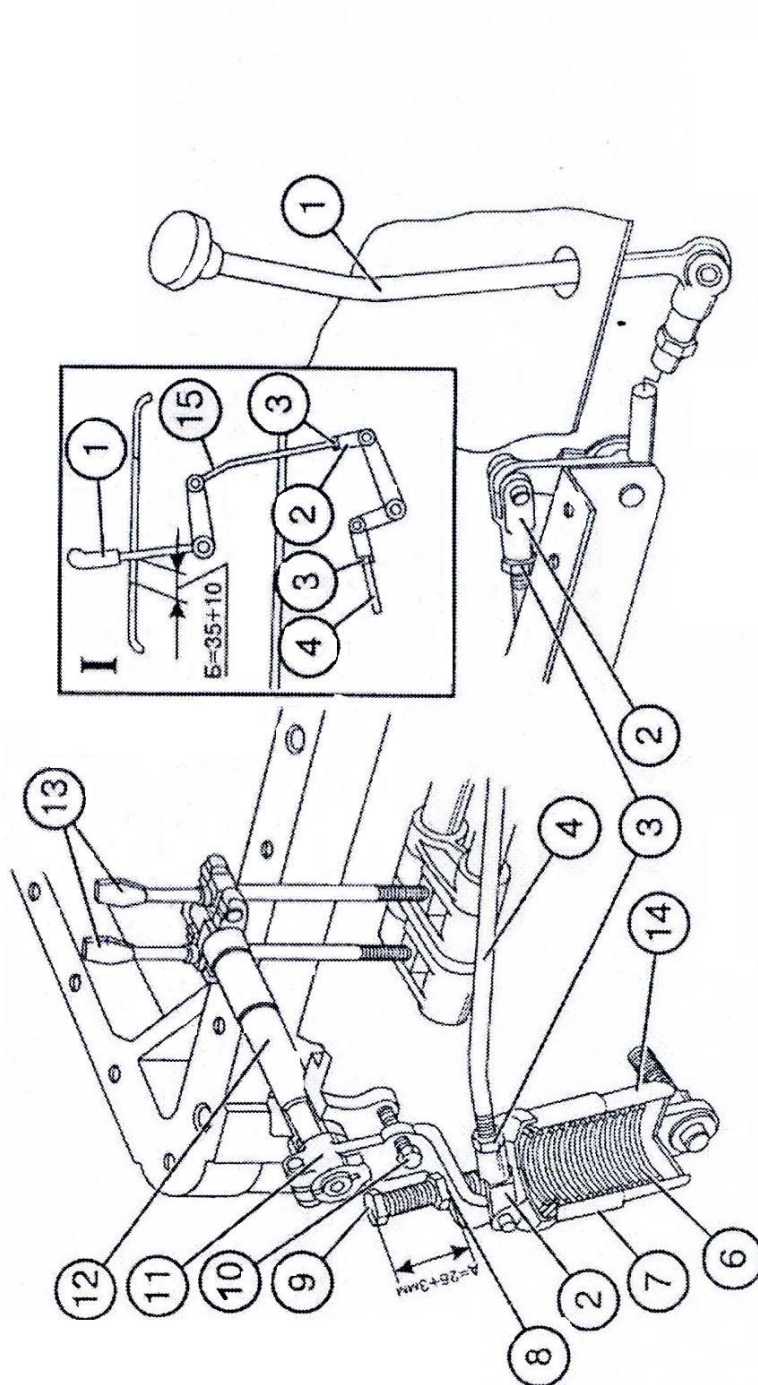
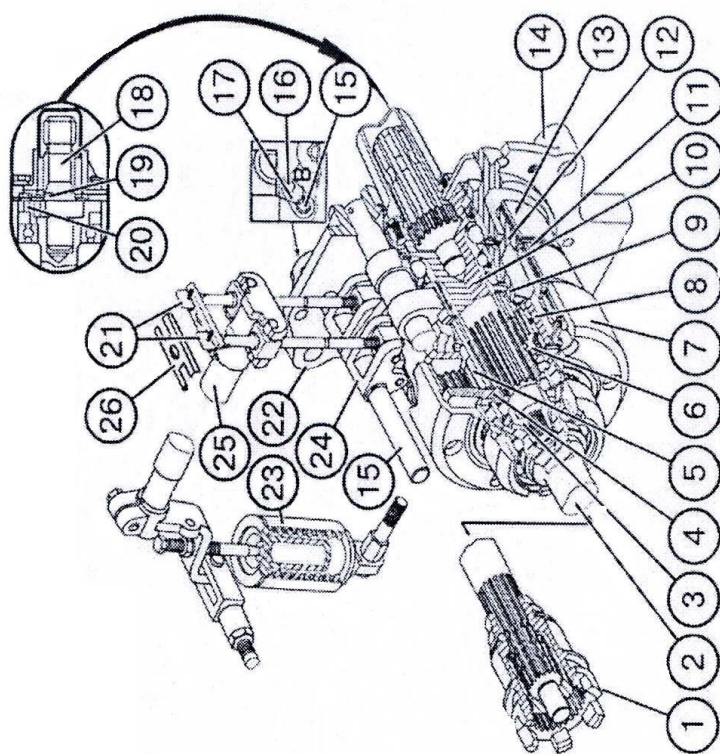

Рис. 55 Управление задним ВОМ:
Рис. 56 Планетарный редуктор заднего ВОМ:
1. Установите эксцентриковую ось 15 (рис. 56) в исходное положение, чтобы лыска "В" находилась справа вертикально и зафиксируйте стопорной пластиной 17 и болтом 16;
2. Отсоедините тягу 4 (рис. 55);
6. Снимите стопорную пластину 26 (рис. 56), заверните винты 21 до отказа усилием 10 кгс на ключе или плоскогубцах длиной 100 мм (моментом 1 кгс-м), а затем отверните каждый винт на 2-2,5 оборота;
7. Удалите болт (стержень) 10 (рис. 55), удерживающий рычаг 11 в исходном для регулировки положении;
10. Установите тягу 4, регулировкой тяг 4 и 15 установите зону качания рычага 1 в средней части прорези пульта управления. После окончания регулировки установите на место стопорную пластину 26, крышку люка заднего моста, законтрите тяги 4 и 15 (рис. 55), а также болт 9. В эксплуатации, если:
1. Установите рычаг 11 (рис. 55) в нейтрал, зафиксируйте в этом положении, введя стержень 10 диаметром 8 мм или болт М10Х60 в отверстие на рычаге 11 и соответствующее ему отверстие на корпусе заднего моста;
2. Выверните болт 16 (рис. 56), снимите пластину 17 со шлицевого хвостовика на оси 15;
5. Выньте из рычага 11 (рис. 55) стопорящий болт или стержень.
После нескольких наружных регулировок эксцентриковая ось 15 (рис. 56) может занять крайнее левое положение (лыска "В" станет вертикально слева), что указывает на израсходование запаса внешней регулировки. В этом случае эксцентриковую ось поворотом против часовой стрелки установите в исходное положение (лыска справа вертикально), после чего выполните регулировочные операции, как описано выше (при сборке на заводе или после ремонта ВОМ). При правильно выполненной регулировке рычаг 1 (рис. 55) в положении "включено" или "выключено" должен не доходить не менее, чем 30 мм до края прорези пульта управления и четко переходить через
На некоторых партиях тракторов возможно отсутствие механизма внешней подрегулировки управления ВОМ (поз. 15, 16, 17 рис. 56).